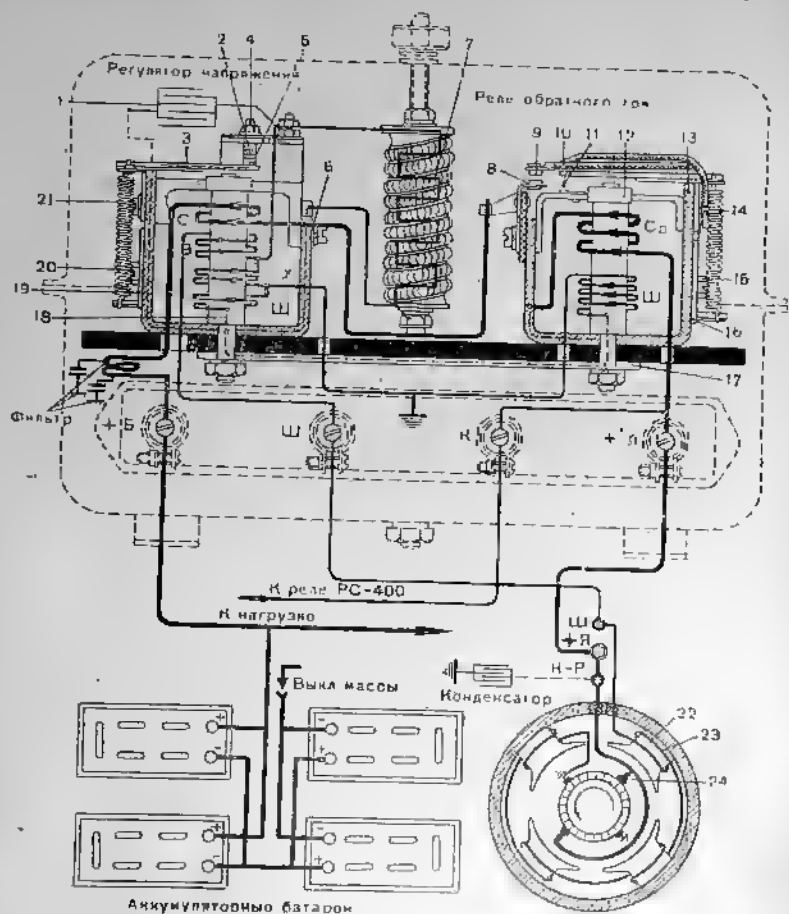

Рис. 210. Принципиальная схема соединения генератора с реле-регулятором и с аккумуляторными батареями:
буждения генератора между собой изображена на рис. 210. Начало обмотки возбуждения выведено наружу корпуса генератора и присоединено к болту Ш (шунт), а другой конец обмотки подключен к отрицательной щетке, которая соединена с «массой» корпуса танка.
напряжения и реле обратного тока электрически соединены. В нижней части реле-регулятора прикреплена выводная колодка с четырьмя зажимами, обозначенными:  $+B$ ,  $Ш$ ,  $K$  и  $+Я$ . К этим зажимам подключаются провода электросети танка (рис. 210).
Регулятор напряжения (рис. 210) состоит из П-образного железного ярма 6, электромагнитного сердечника 18, железного якоря 3 с подвижным контактом 5 и неподвижного контакта 2 с регулировочным винтом 4. Для оттягивания якоря от сердечника и поддержания контактов регулятора в замкнутом состоянии на хвостовую часть якоря надета пружина 21, нижний конец которой укреплен на штифте регулировочной планки 19.
Реле обратного тока (рис. 210) состоит из П-образного ярма 13, электромагнитного сердечника 12, укрепленных на текстолитовой панели, железного якоря 10 с подвижным контактом 9 и неподвижного контакта 8. Для оттягивания якоря от сердечника и размыкания контактов реле на хвостовую часть якоря надета пружина 14, нижний конец которой укреплен на штифте регулировочной планки 16. Натяжение пружины регулируют сдвиганием планки вместе со штифтом посредством поворачивания эксцентрика 15. Ход якоря вверх при размыкании контактов ограничивает упорная рамка 11. Нормальный зазор между контактами реле должен находиться в пределах 0,7—0,9 мм.
2. Обороты двигателя ниже 600 в минуту. Напряжение генератора ниже напряжения аккумуляторных батарей. Контакты реле обратного тока продолжают оставаться разомкнутыми, контакты регулятора напряжения замкнуты. Ток от генератора во внешнюю цепь не поступает. Генератор работает «сам на себя». Путь тока при этом будет следующий (рис. 210): от плюсовой щетки генератора на клемму +Я генератора через переходную колодочку на клемму +Я реле-регулятора, на сервисную обмотку реле обратного тока Ср, на ярмо 13, сердечник 12 реле обратного тока, через шпильку 17 на сердечник 18 регулятора напряжения, далее по ярму 6 регулятора через замкнутые контакты 2 и 5 и выравнивающую обмотку В на клемму Ш реле-регулятора, с клеммы Ш реле-регулятора через переходную колодочку на клемму Ш генератора и далее через обмотку возбуждения полюсов на минусовую щетку генератора.